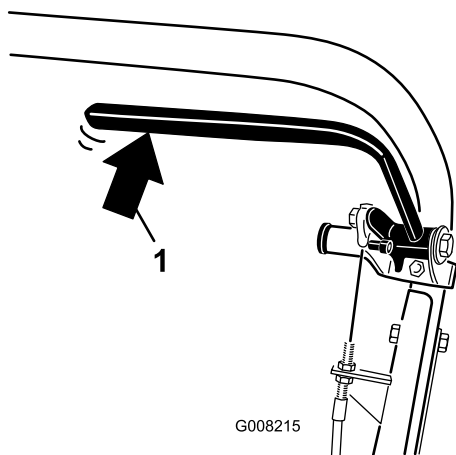

Figura 38
2. Utilizando uma balança de mola, pressione para trás na alavanca do travão de serviço (Figura 38). O travão de estacionamento deve libertar-se quando se atinge uma força de 13,5 a 18 kg. Se o travão de estacionamento se libertar antes de atingir 13,5 a 18 kg de força, é necessário um ajuste do cabo do travão.